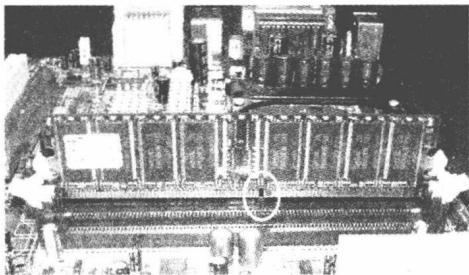

图 1-7 内存的安装
(3) 内存的安装。主板上一般包含 2 到 4 个内存条插槽，现在流行的主板包含两条 184 线的 DDR 内存插槽。如果只有一条内存，可以插在任意一个插槽。安装方法是：将主板上内存插槽两边的白色卡子向外搬开，然后将内存条对准插槽，向下压紧。压紧后两边的卡子会自动锁住。注意内存条和插槽之间是匹配的，方向反了插不进去，如图 1-7 所示。
(4) 主板的安装。CPU 和内存安装完成后，应将主板安装到机箱内部。由于主板和机箱均为标准规格，固定螺丝孔完全匹配。安装方法如下：
① 将主板的外部接口朝向机箱背部并对准机箱背部的接口开孔放入机箱。
② 微调主板位置使得主板的螺丝孔和机箱的支撑柱全部对准，然后用螺丝拧紧。
③ 将电源的 ATX 插头插入对应的主板电源插座。